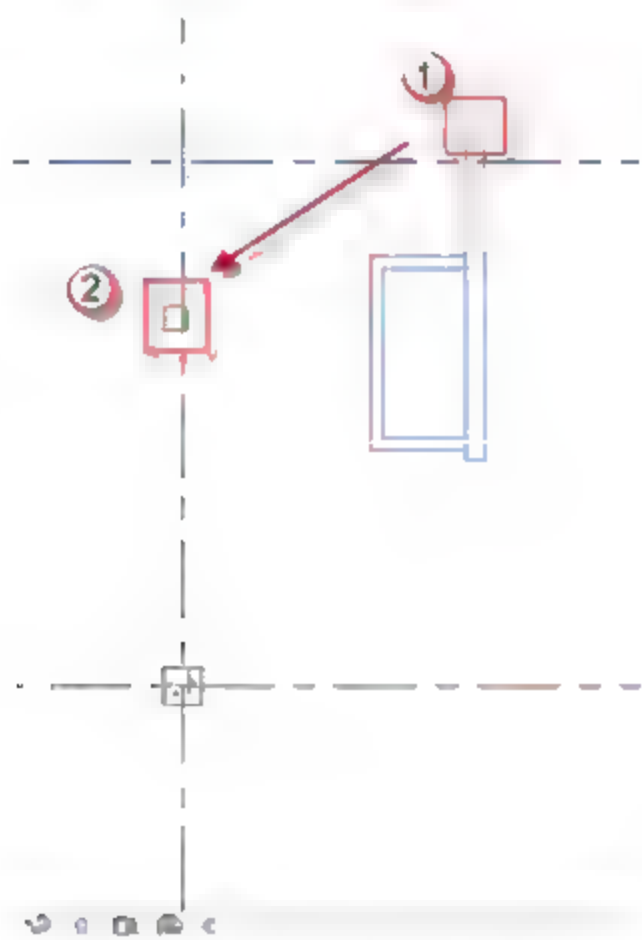
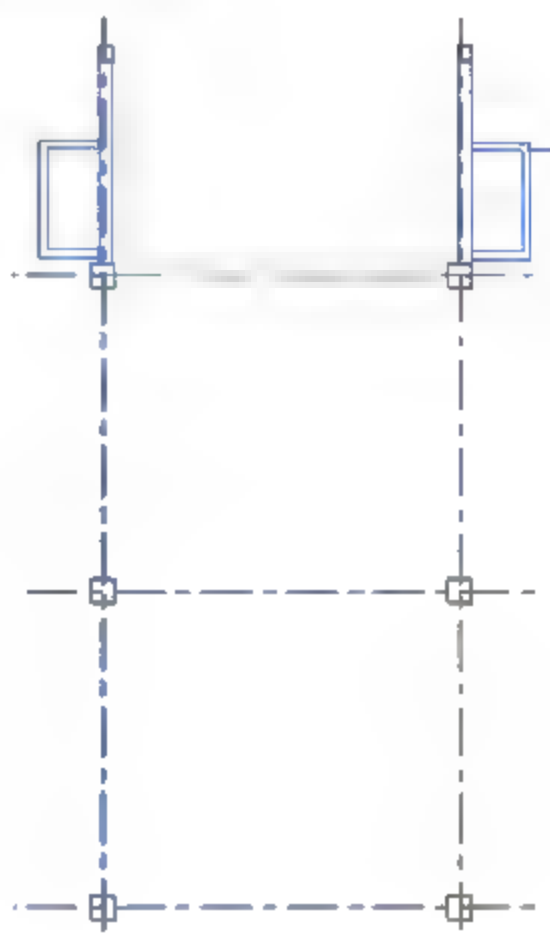

图 5.3.6 选中 有梁混凝土雨篷 并移动
图 5.3.7 对齐图形
(4) 整体移动 DWG 文件使其与轴网相符合。单击“有梁混凝土雨篷”文件，按快捷键 M+V，将①点移动到②，如图 5.3.6 所示。移动完成后如图 5.3.7 所示。